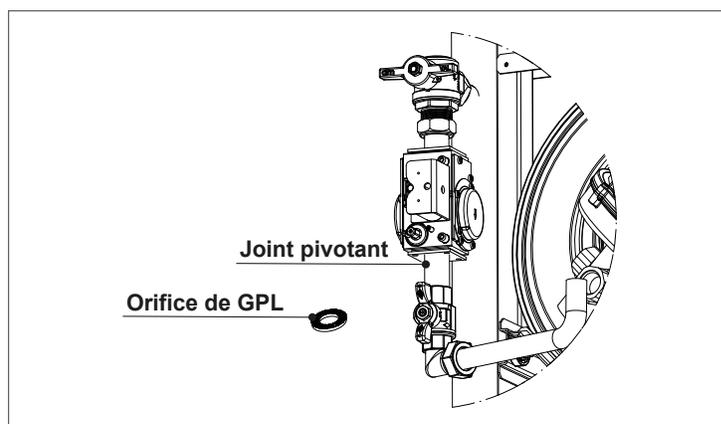

Fig. 14 Conversion du gaz naturel au gaz propane liquide
- Dévissez le joint pivotant indiqué à la Fig. 14 pour séparer le robinet du tuyau de raccordement avec le ventilateur.
- Placez l'orifice en métal fourni (Fig. 14) entre les deux joints (n° de l'orifice : 9.5).